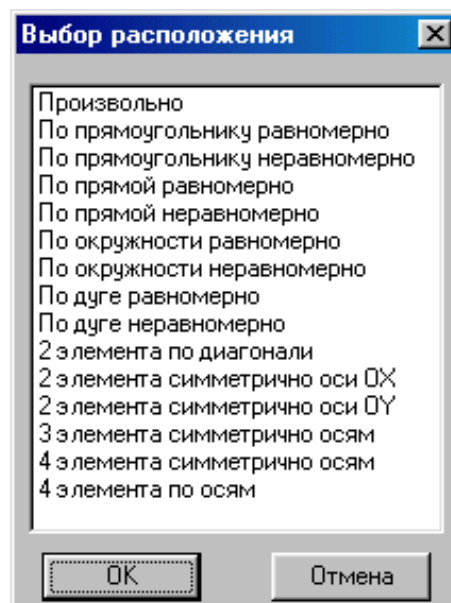

Рисунок 1.87 – Вікно списку варіантів розташування кріплення
– якщо на питання системи “Кріплення розміщується стандартно по пакету?” відповідається “Ні”, висвітиться список варіантів розташування кріплення (рис. 1.87);